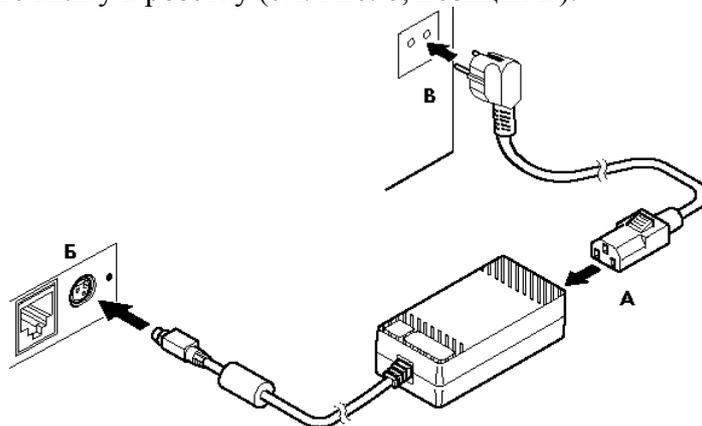

Рисунок 6 Подключение кабелей питания
1. Подсоедините вилку кабеля питания к адаптеру (см. Рис. 6, позиция А);
2. Вставьте вилку кабеля адаптера в разъём под кабель питания на задней стенке ККТ (см. Рис. 6, позиция Б);
3. Вставьте вилку в розетку (см. Рис. 6, позиция В).